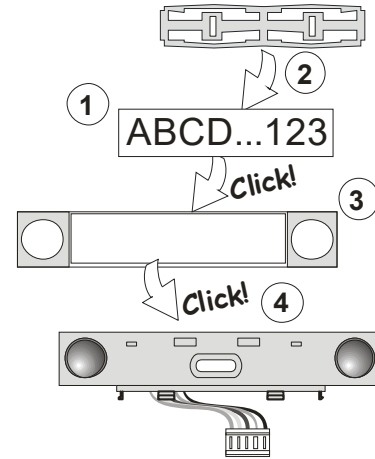

Figure 3 : Insertion d'une étiquette dans un segment de commande
- Quand les piles sont insérées, la touche d'activation jaune rétro-éclairée (3) commence à s'allumer en permanence, ce qui indique que le module n'a pas encore été attribué dans le système.
- Appuyer sur la touche d'activation rétro-éclairée (3) - le module est ainsi attribué et l'indicateur LED jaune s'éteint (cela peut prendre quelques secondes). Un signal d'inscription peut également être envoyé par l'insertion des piles.
10. Lorsque l'installation est terminée, insérer les étiquettes descriptives derrière les capots en plastique transparents du segment et les fermer, voir la figure 3. L'impression des étiquettes fait partie du logiciel F-Link (fenêtre **Périphériques**, sur la position du module RFID - **Paramètres internes**).